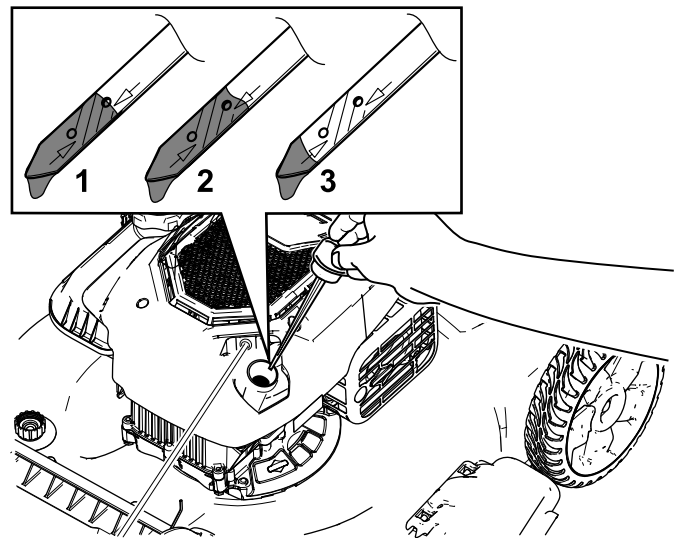

Figura 25
- Scoateți joja rotind capacul în sens invers acelor de ceasornic și trăgându-l (Figura 25).
10. Verificați nivelul de ulei indicat pe joja (Figura 25).